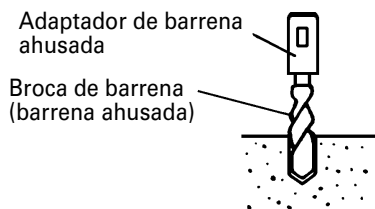

Fig. 9
- (1) Instale la broca con la barrena ahusada en el adaptador de barrena ahusada. (Fig. 9)